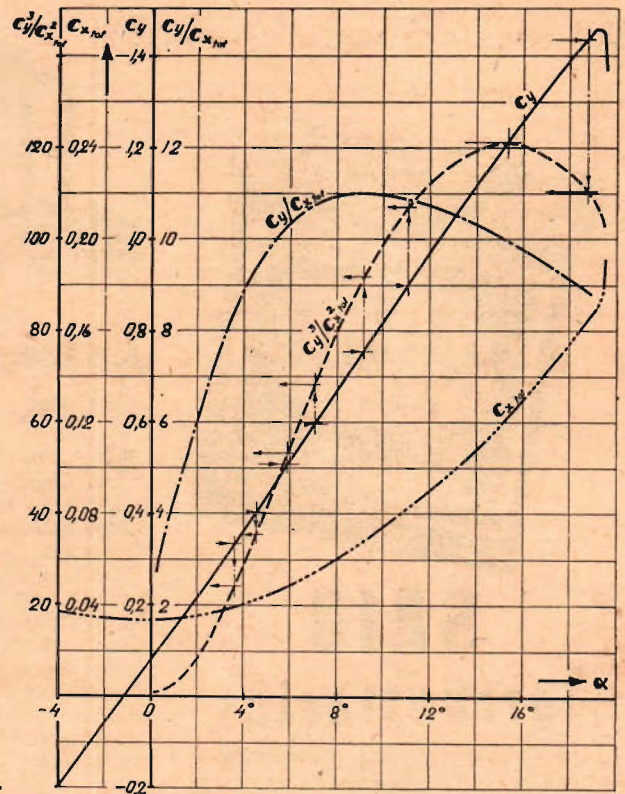

Fig. 19.
Propellerens drageffekt $N \cdot \eta$ vid olika flyghastigheter är beräknad i tabell X. Till varje v motsvarande lyftkraftskoefficient c_y beräknas för vårt fall $c_y \approx \frac{G}{F} \cdot \frac{2}{\rho} \cdot \frac{1}{v^2} = \frac{32,4 \cdot 2}{0,1250 \cdot v^2} = \frac{518}{v^2}$ och till ifrågakvarande anfallsvinkel motsvarande c_y^3/c_x^2 värde finns på fig. 19, uppritad efter tabell VI (man kan också rita bara c_y^3/c_x^2 kurvan som funktion av c_y).
Värden till kolumn (1), (2), och (4) togs ur tabellen X till kolumnen (7) ur fig. 19. De övriga beräknas.